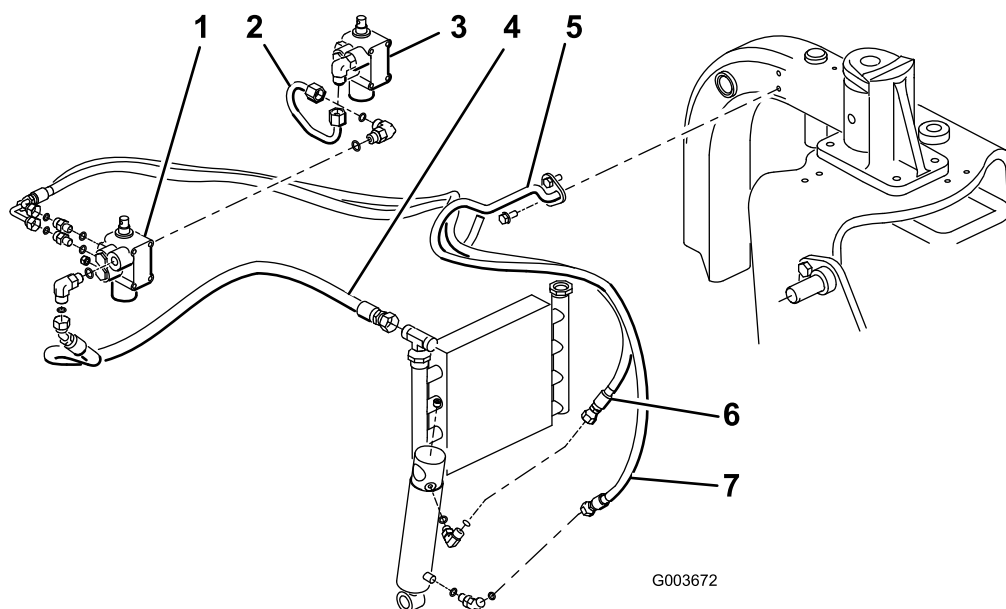

Figura 14
Nota: Para minimizar la pérdida de aceite al retirar el tubo hidráulico, tenga preparado el manguito nuevo o tape el acoplamiento del enfriador usando uno de los tapones de transporte retirados del conjunto del tubo, pieza N° 108-8447 (Figura 14).
válvula nueva, y al acoplamiento libre de la válvula de elevación existente (Figura 14).
5. Conecte el extremo del manguito hidráulico con acoplamiento de 45 grados, pieza N° 108-8449, al acoplamiento de 90 grados del lateral derecho de la válvula y el extremo recto del manguito al acoplamiento libre del enfriador de aceite (Figura 14). Consulte Figura 15 y Figura 16 para ver el enrutado del manguito.
6. Monte el portamanguitos de alambre en el tubo del bastidor izquierdo con 2 tornillos autorroscantes (5/16 x 3/4 pulgada) (Figura 14).
7. Conecte el extremo corto del manguito hidráulico con acoplamiento de 90 grados, pieza N° 108-8453, al acoplamiento recto superior de la parte trasera de la válvula. Pase el manguito por el portamanguitos de alambre y conecte el extremo recto del manguito al acoplamiento superior del cilindro hidráulico (Figura 14). Consulte Figura 15 y Figura 16 para ver el enrutado del manguito.
8. Conecte el extremo largo del manguito hidráulico con acoplamiento de 90 grados, pieza N° 108-8454, al acoplamiento recto inferior de la parte trasera de la válvula. Pase el manguito por el portamanguitos de alambre y conecte el extremo recto del manguito al acoplamiento inferior del cilindro hidráulico (Figura 14). Consulte Figura 15 y Figura 16 para ver el enrutado del manguito. Asegúrese de que los manguitos están alejados de componentes puntiagudos o afilados, calientes o móviles.